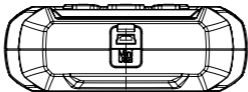

Figure 2.1.3
8. Port mini-USB : Ce port est utilisé pour se connecter au PC afin de transférer le rapport de diagnostic ou le test de la batterie. (Voir la figure 2.1.3)